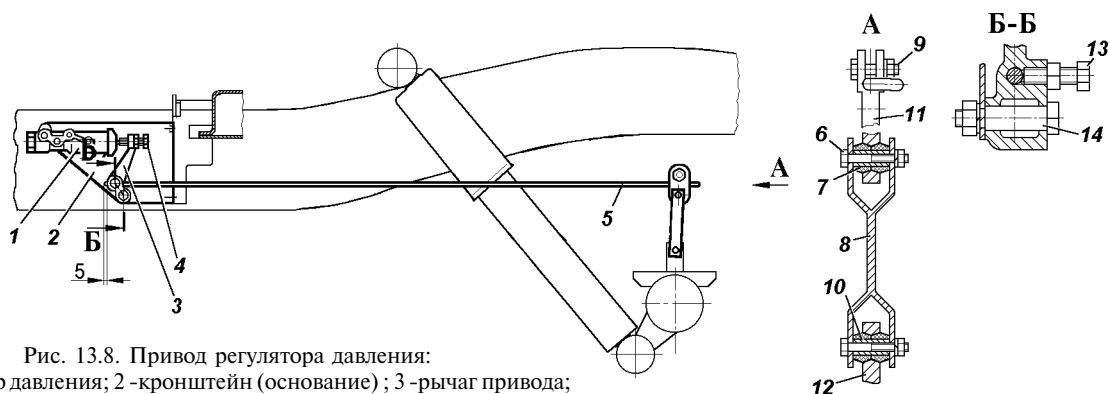

Рис. 13.8. Привод регулятора давления:
На автомобилях, не оборудованных системой АБС, при сезонном обслуживании проверяйте работоспособность регулятора давления. Очищайте регулятор от грязи и проверяйте надежность его крепления и крепления его привода. Внешним осмотром убедитесь, что регулятор и детали его привода не имеют повреждений, отсутствуют подтекания тормозной жидкости и зазоры в соединении стойки с упругим рычагом и кронштейном на заднем мосту (рис. 13.8).
На автомобилях, не оборудованных системой АБС, в процессе эксплуатации и при замене задних рессор необходимо регулировать усилие упругого рычага 5 (см. рис. 13.8) на поршень регулятора. Регулировку производите в следующей последовательности:
4. Доверните болт 4 (см. рис. 13.8) на 2/3 оборота (4 грани головки болта).